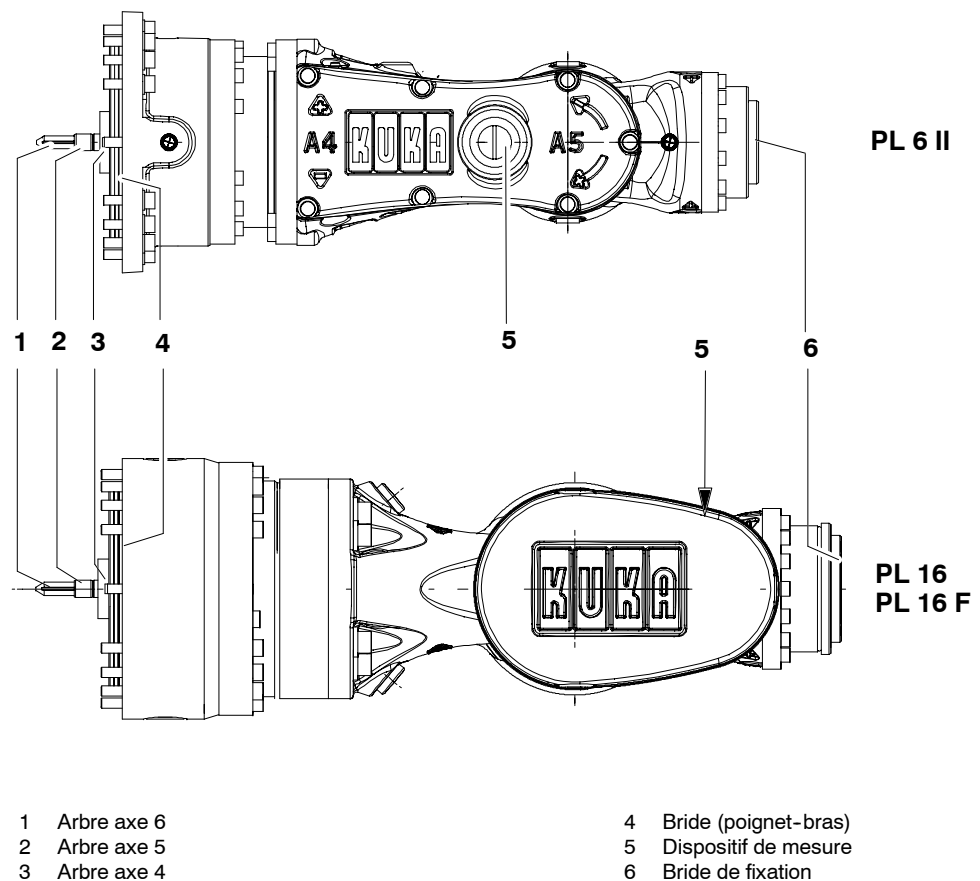

Fig. 2 Poignet en ligne
L'ensemble mécanique du robot peut être doté de deux poignets en ligne différents à trois axes (Fig. 2) pour une charge de 6 kg (PL 6 II) ou 16 kg (PL 16 I). Le poignet en question est fixé avec la bride (4) au bras à l'aide des vis. L'entraînement des axes du poignet A4, A5 et A6 est assuré via les arbres (1, 2, 3). Les outils sont montés sur la bride de fixation (6) de l'axe 6. Chaque axe dispose d'un dispositif de mesure (5) permettant, via un palpeur de mesure électronique (accessoire), de vérifier la position mécanique zéro de l'axe respectif et de la reprendre dans la commande. Les sens de rotation, les caractéristiques des axes et les charges autorisées peuvent être consultés au chapitre "Caractéristiques techniques". Chaque variante de poignet peut être utilisée seulement avec le sous-ensemble "Bras" correspondant (voir paragraphe 3.3).